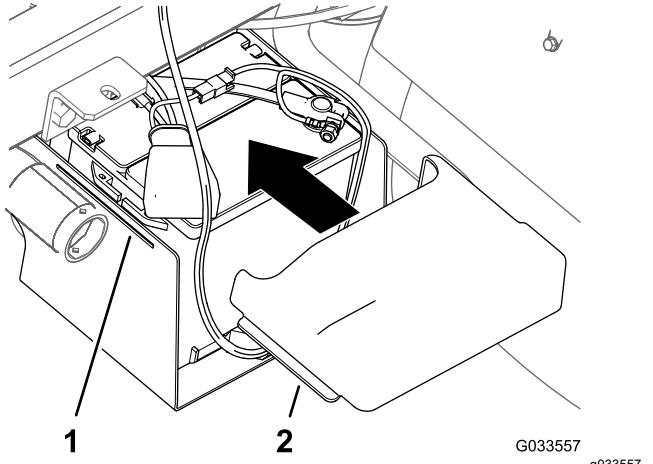

Bild 33
10. Drücken Sie die Seiten der Batterieabdeckung zusammen, fluchten Sie die Nasen der Abdeckung mit den Schlitten im Batterieunterteil aus, und lassen Sie die Batterieabdeckung los (Bild 33).